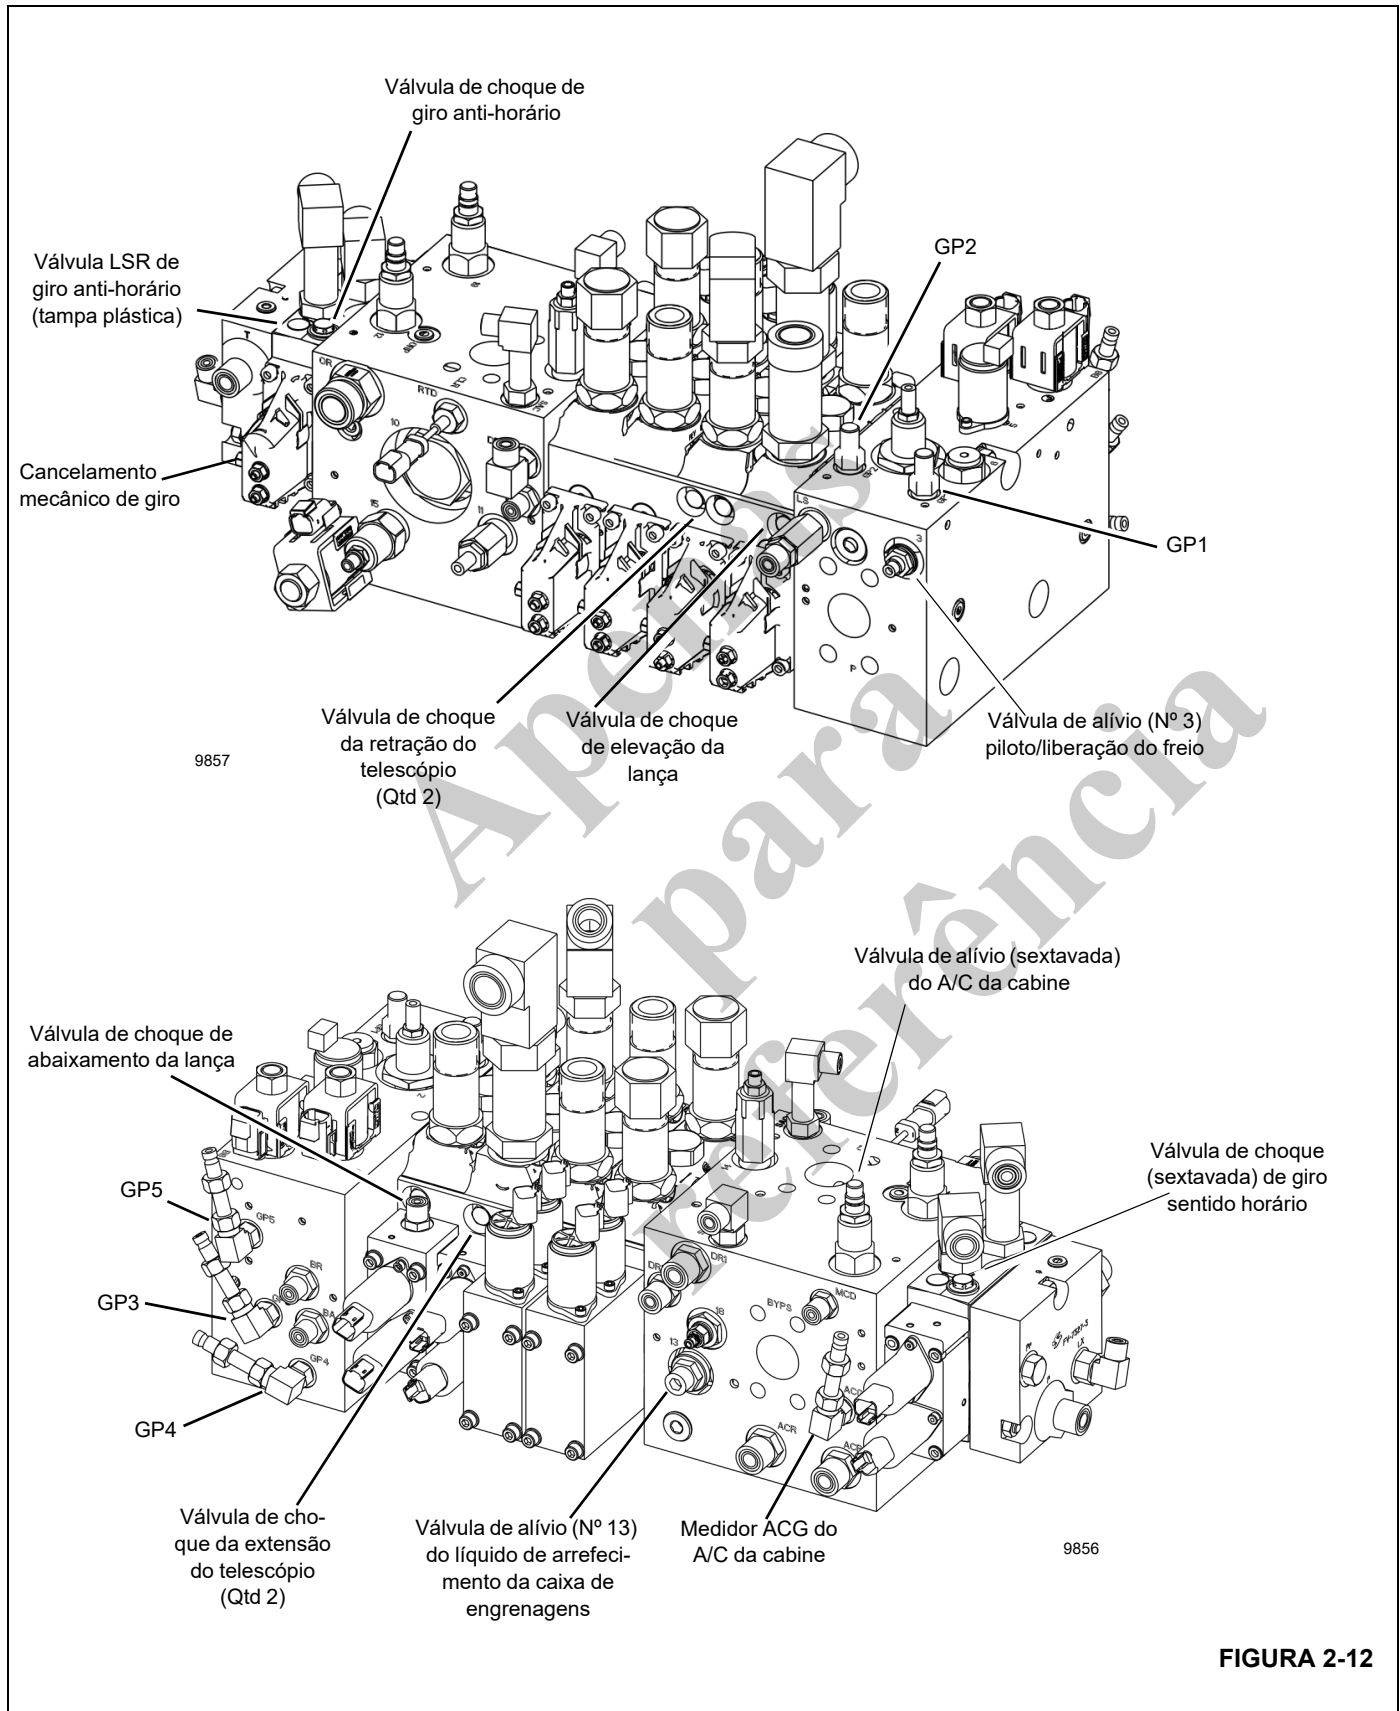

FIGURA 2-12
A elevação da lança tem uma única válvula de choque na seção de válvula que tem um ajuste fixo conforme mostrado na Figura 2-12 e na Tabela 2-4.
O abaixamento da lança tem uma única válvula de choque na seção de válvula que tem um ajuste fixo conforme mostrado na Figura 2-12 e na Tabela 2-4.
A função de Extensão do telescópio tem válvulas de choque duplas na seção de válvula sendo que cada uma tem um ajuste fixo conforme mostrado na Figura 2-12 e na Tabela 2-4.
A função de Retração telescópica tem válvulas de choque duplas na seção de válvula sendo que cada uma tem um ajuste fixo conforme mostrado na Figura 2-12 e na Tabela 2-4.
O giro no sentido horário/anti-horário tem uma única válvula de choque na seção de válvula que tem um ajuste fixo conforme mostrado na Figura 2-12 e Tabela 2-4. Ela não pode ser alterada, calçada etc. Consulte os comentários na Seção A sobre a verificação destes ajustes no conjunto físico da válvula de choque em caso de dúvida.
O ajuste de giro deve ser ajustado pela LSRV (válvula de alívio do sensor de carga) para cada direção, já que ele é ajustável por meio do ajuste da válvula de choque mencionado acima. Essas LSRV estão localizadas sob tampas plásticas redondas pretas localizadas em cada lado da seção adjacente às válvulas de choque, como mostrado na Figura 2-10 e na Figura 2-12.
Com o freio de giro bloqueado, ative a válvula usando uma chave estrela de 9 mm no came do carretel (Figura 2-12). Puxar a chave para cima gira no sentido anti-horário, empurrar para baixo gira no sentido horário.
O circuito do A/C da cabine tem uma válvula de alívio única no coletor de entrada direcional da válvula de controle com um ajuste conforme mostrado na Figura 2-12 e na Tabela 2-4.
- a. Instale um manômetro de mínimo de 345 bar (5000 psi) na entrada do medidor ACG no coletor de entrada central da válvula de controle (Figura 2-12).
O circuito de Suprimento piloto possui uma válvula de alívio única no coletor de entrada da válvula de controle direcional com um ajuste conforme mostrado na Figura 2-12 e na Tabela 2-4.
- a. Instale um manômetro de mínimo de 69 bar (1000 psi) na entrada do medidor GP5 no coletor de entrada da válvula de controle (Figura 2-12).
O circuito de Liberação do freio de giro tem uma válvula de alívio única no coletor de entrada direcional da válvula de controle principal com um ajuste conforme mostrado na Figura 2-12 e na Tabela 2-4.
- a. Instale um manômetro de mínimo de 69 bar (1000 psi) na entrada do medidor GP4 no coletor de entrada da válvula de controle (Figura 2-12).
1. O circuito de Aplicação do freio de giro é controlado por meio de uma válvula solenoide proporcional mostrada na Figura 2-12 e na Tabela 2-4 e não pode ser ajustado.
- a. Instale um manômetro de mínimo de 69 bar (1000 psi) na entrada do medidor GP3 no coletor de entrada da válvula de controle. Consulte a Figura 2-12.
- O circuito do Líquido de arrefecimento da caixa de engrenagens tem uma válvula de redução única no coletor de entrada central da válvula de controle direcional com um ajuste conforme mostrado na Figura 2-12 (Válvula de alívio do líquido de arrefecimento N° 13 da caixa de engrenagens).
- a. Instale um manômetro de mínimo de 345 bar (5000 psi) na válvula de controle direcional do medidor GP2 (Figura 2-12).